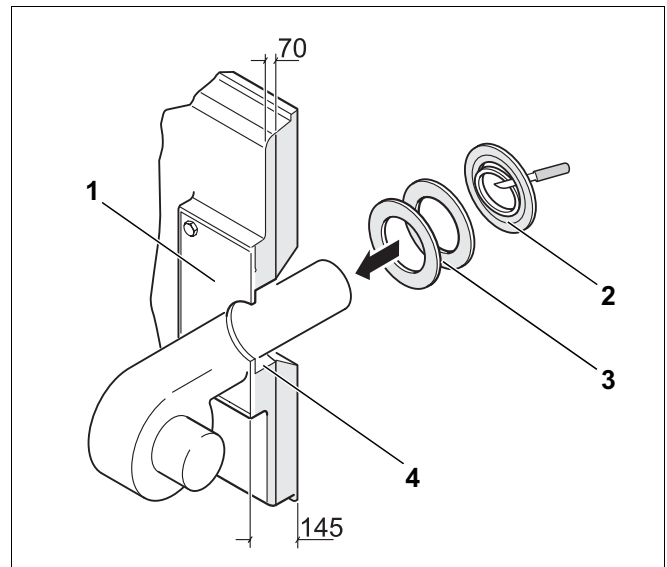

Fig. 32
- Bor brennerplaten (fig. 32, **pos. 1**) på installasjonsstedet i henhold til nødvendig brennerdørdiameter eller skjær den ut. Bor hull for brennerfestet etter hullbildet til brennerflensen.
- Skjær ut isolasjonsringer i henhold til brennerrørets diameter (fig. 32, **pos. 2**).
- Fyll den gjenblivende spalten mellom brennerdør-isolasjonen og brennerrøret (fig. 32, **pos. 4**) med de tilpassede isolasjonsringene (fig. 32, **pos. 3**).